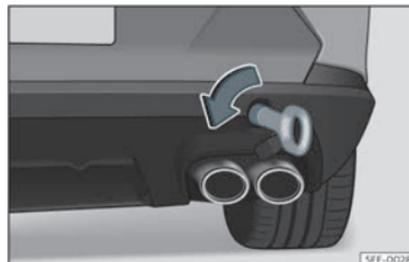

Fig. 46 Du côté droit du pare-chocs arrière : œillet de remorquage vissé
- Vissez l'œillet de remorquage dans le logement en le faisant tourner au maximum **dans le sens inverse des aiguilles d'une montre** >>> **fig. 46** >>> ①. Utilisez un objet approprié pour visser fermement et entièrement l'œillet de remorquage dans son logement.
① ATTENTION